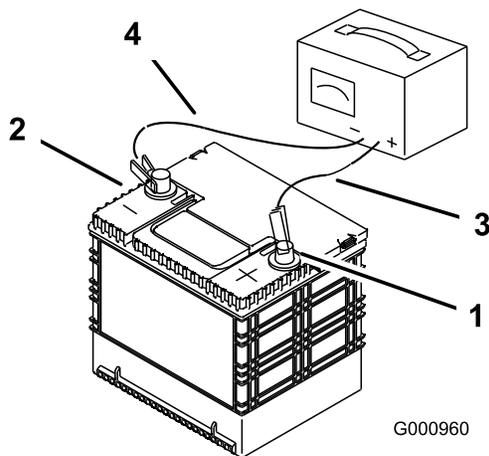

Figura 54
3. Quando la batteria è completamente carica, staccate il caricabatterie dalla presa elettrica e scollegate i cavi di ricarica dai poli della batteria (Figura 54).